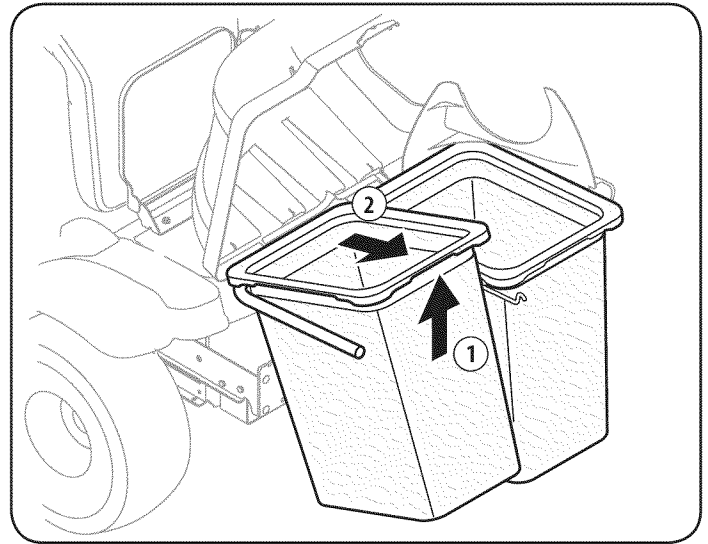

Figure 2
3. Eliminar los cubos de la hierba por levantarlas hasta (1 en la Figure 2) y fuera de la asamblea de apoyo bin (2).